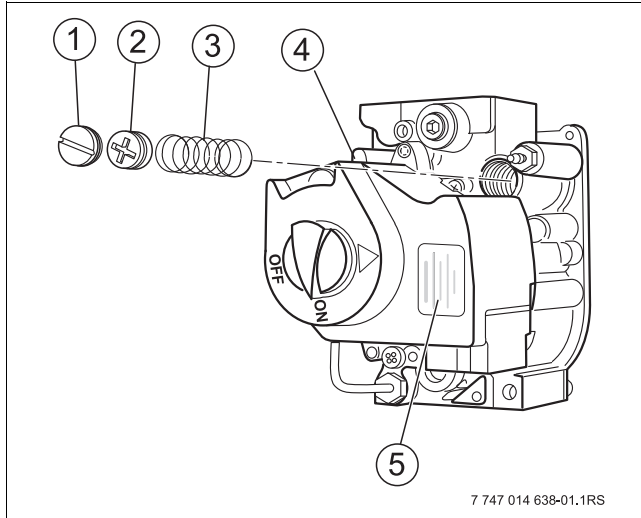

Fig. 3 Bloc gaz
- ▶ Placer la plaquette jaune (→ fig. 3, [5]) du kit de conversion LP Honeywell de manière bien visible.